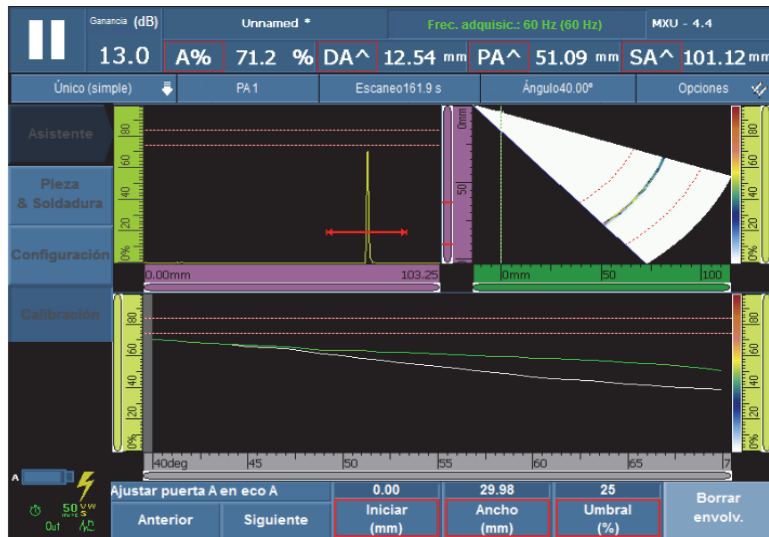

Figura 5-22 Ajuste de la Puerta A sobre la envolvente de la señal
6. En la etapa **Ajustar puerta A en eco A**, siga los siguientes pasos (véase la Figura 5-22 en la página 159):